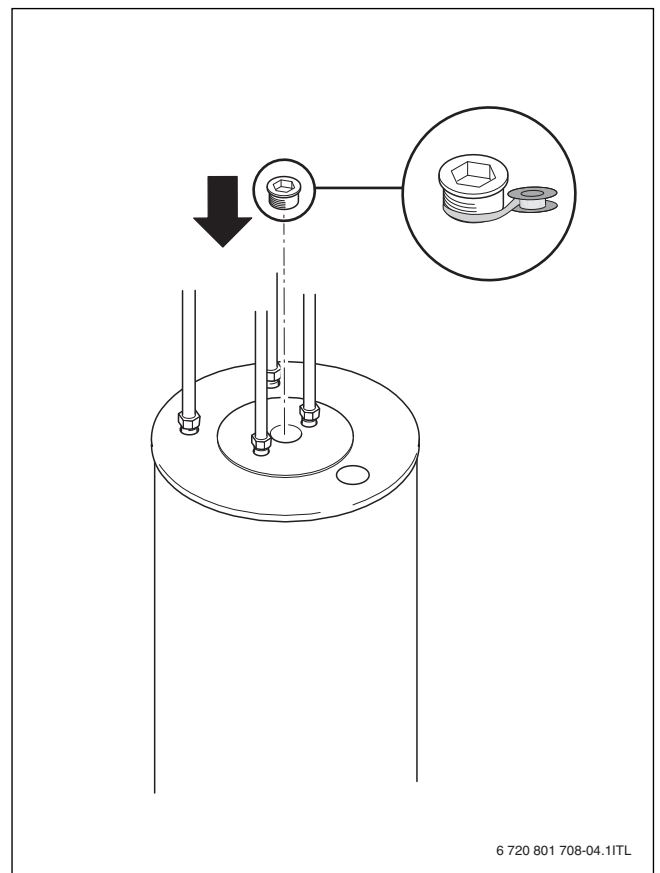

Fig. 17
- ▶ Proc  der    l'  tanch  it   du bouchon sur la fen  tre de contr  le (→ fig. 17, page 69).